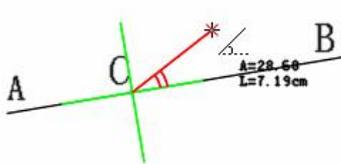

图 1
- 1) 如下图所示，点 C 是线 AB 上的一点。先单击线 AB，再单击点 C，此时出现两条相互垂直的参考线，按 Shift 键，两条参考线在图 1 与图 2 间切换：
- 2) 在上两图任一情况下，击右键切换角度起始边，下图是图 1 的切换图：